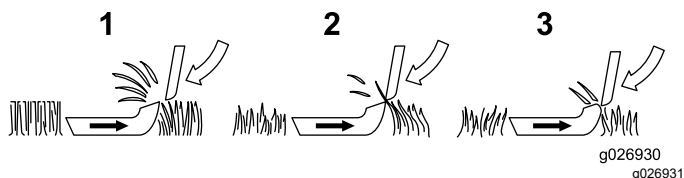

Figure 8
1. **Contact contre-lame/cylindre** (Figure 8) – Un léger contact doit exister entre la contre-lame et le cylindre pour maintenir les tranchants